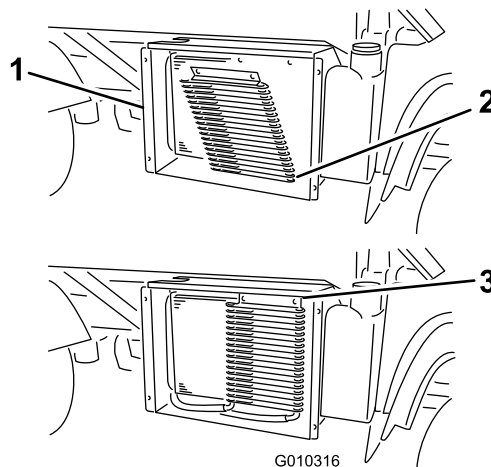

Figura 62
3. Caso esteja equipado, rode as patilhas e incline o refrigerador de óleo afastando-o do radiador (Figura 62).